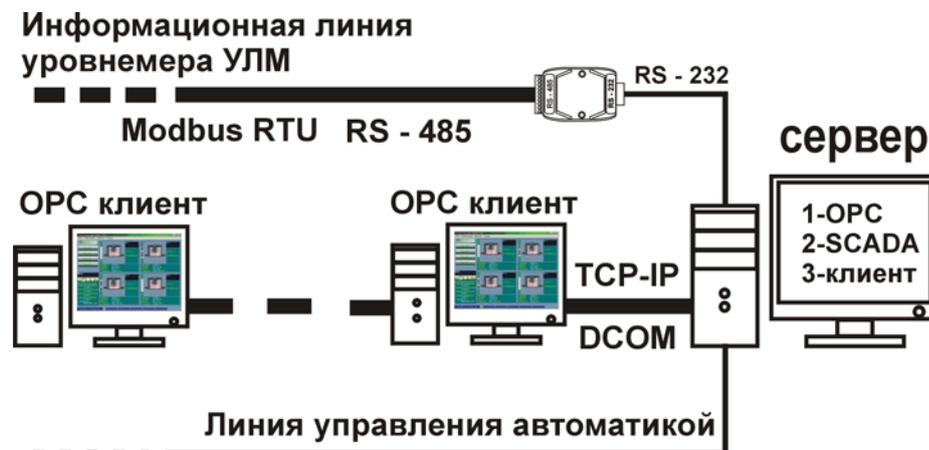

Рис.17.1. Интеграция уровнемера УЛМ в АСУТП без применения контроллера.
17.1. На рис.17.1 показан вариант подключения информационной линии уровнемера к компьютеру. На компьютере устанавливается серверное программное обеспечение – Limaco OPC Server, которое опрашивает уровнемеры, и предоставляет их показания клиентским приложениям. В качестве клиентской программы верхнего уровня ЗАО «Лимако» предлагает Reservoir Viewer - это OPC-клиент, удобно визуализирующий резервуарный парк. Показания и вся информация о работе уровнемеров может быть доступна через переменные OPC-сервера любой SCADA-системе, поддерживающей OPC. Программы-клиенты могут выполняться локально, т.е. на том же компьютере что и Limaco OPC Server. Так же возможна работа удалённых программ-клиентов на других компьютерах. Для удалённого доступа клиентский и серверный компьютеры объединяют в сеть и на обеих ЭВМ настраивают службу Microsoft DCOM. Подробнее см. «Limaco OPC Server – Руководство пользователя».